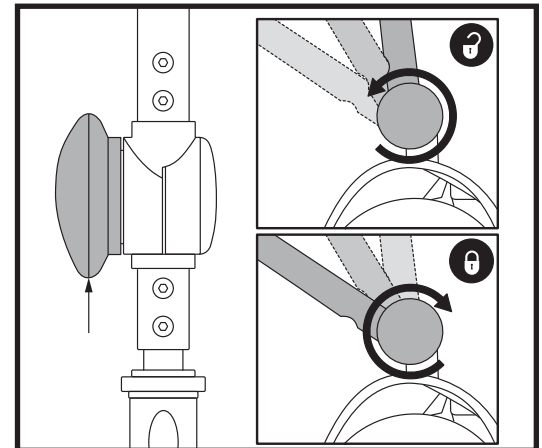

Figure 17. Réglage du guidon
## REGLAGE DE L'INCLINAISON DU GUIDON (VOIR LA FIGURE 17)
1. Avec le siège et la batterie retirés (voir les procédures de démontage sur la page précédente), abaissez le guidon et serrez le bouton de réglage. **Voir la figure 17.**
3. Remontez complètement le guidon en position et resserrez le bouton de blocage. **Voir la figure 17.**